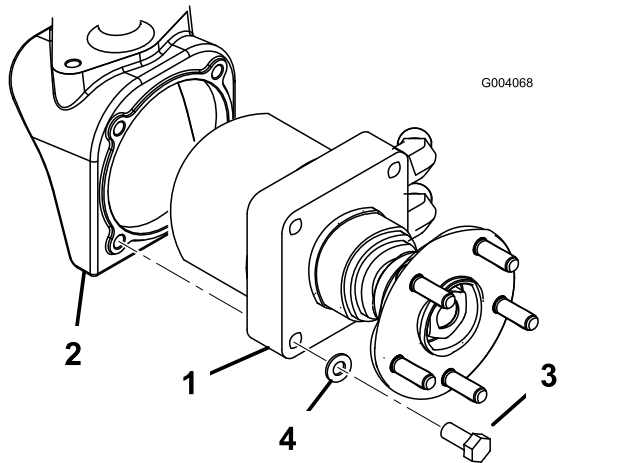

Figura 3
6. Montate i rispettivi gruppi dei motori delle ruote su ciascuna sede del motore ruota con 4 bulloni (1/2 x 2-1/4 poll.) e rondelle di bloccaggio (1/2 poll.) (Figura 3). Serrate i bulloni a un valore compreso tra 95 e 108 N·m.